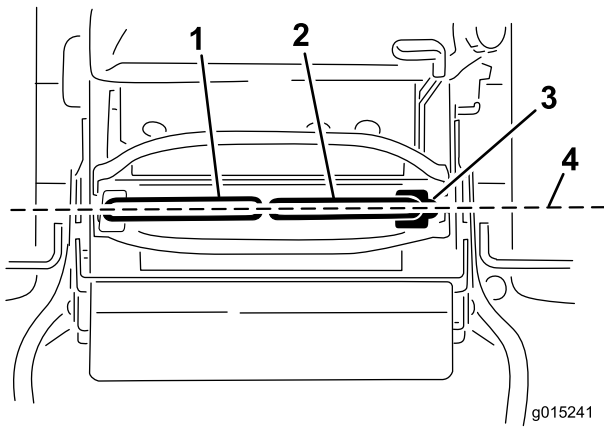

Figure 74
Important: Assurez-vous que l'alignement des roues de la machine est correct après avoir réglé les leviers de commande de déplacement. La procédure est identique pour régler l'alignement des roues et aligner les leviers de commande de déplacement longitudinalement (Figure 74).
1. Une fois l'alignement horizontal effectué, vérifiez l'alignement avant/arrière (Figure 74).